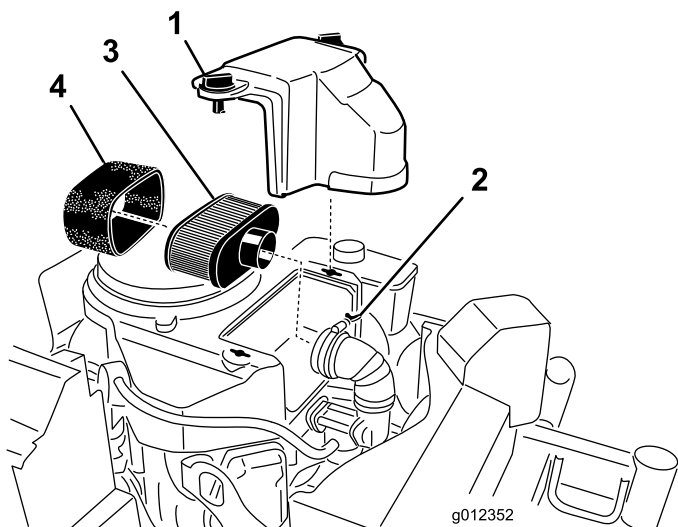

Figura 41
3. Limpie alrededor del limpiador de aire de forma que la suciedad no penetre en el motor y cause daños (Figura 41).
4. Desenrosque los pomos de la cubierta y retire la cubierta del limpiador de aire (Figura 41).
5. Desatornille la abrazadera y retire el conjunto del limpiador de aire (Figura 41).
6. Retire cuidadosamente el filtro de gomaespuma del filtro de papel (Figura 41).
2. Cambie el elemento de papel si está dañado (Figura 41).
1. Deslice cuidadosamente el filtro de gomaespuma sobre el filtro de papel (Figura 41).
2. Coloque el conjunto del limpiador de aire sobre la base o la manguera y sujételo (Figura 41).
3. Coloque en su posición la cubierta del limpiador de aire y apriete el pomo de la cubierta (Figura 41).